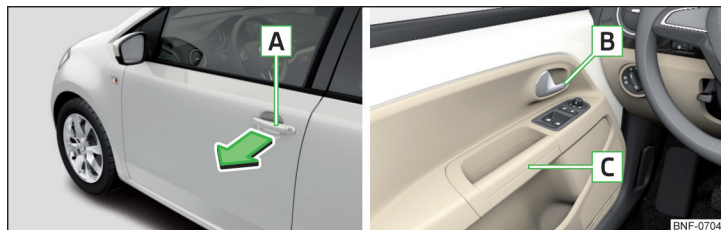

Fig. 32 Tirador/palanca de apertura de la puerta
- » Para **abrir desde afuera**, desbloquear el vehículo y tirar en el tirador [A] en el sentido de la flecha » fig. 32.